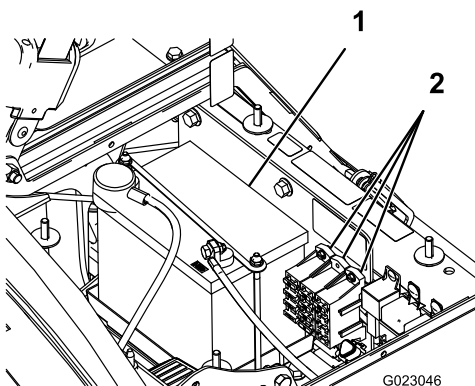

Figure 43
Le système électrique comprend 2 fusibles et 1 emplacement libre situés sous le siège (Figure 43).
2. La batterie est située sur le côté droit de la machine, derrière la pompe (Figure 43).
5. Retirez le dispositif de retenue et les fixations de la batterie (Figure 43).
2. Posez le dispositif de retenue de la batterie et serrez-le avec les fixations retirées précédemment (Figure 43).
4. Posez le couvercle de la batterie et fixez-le à l'aide des 2 boutons (Figure 43).
1. Desserrez les boutons sur les côtés du bac de la batterie et enlevez le couvercle de la batterie (Figure 43).